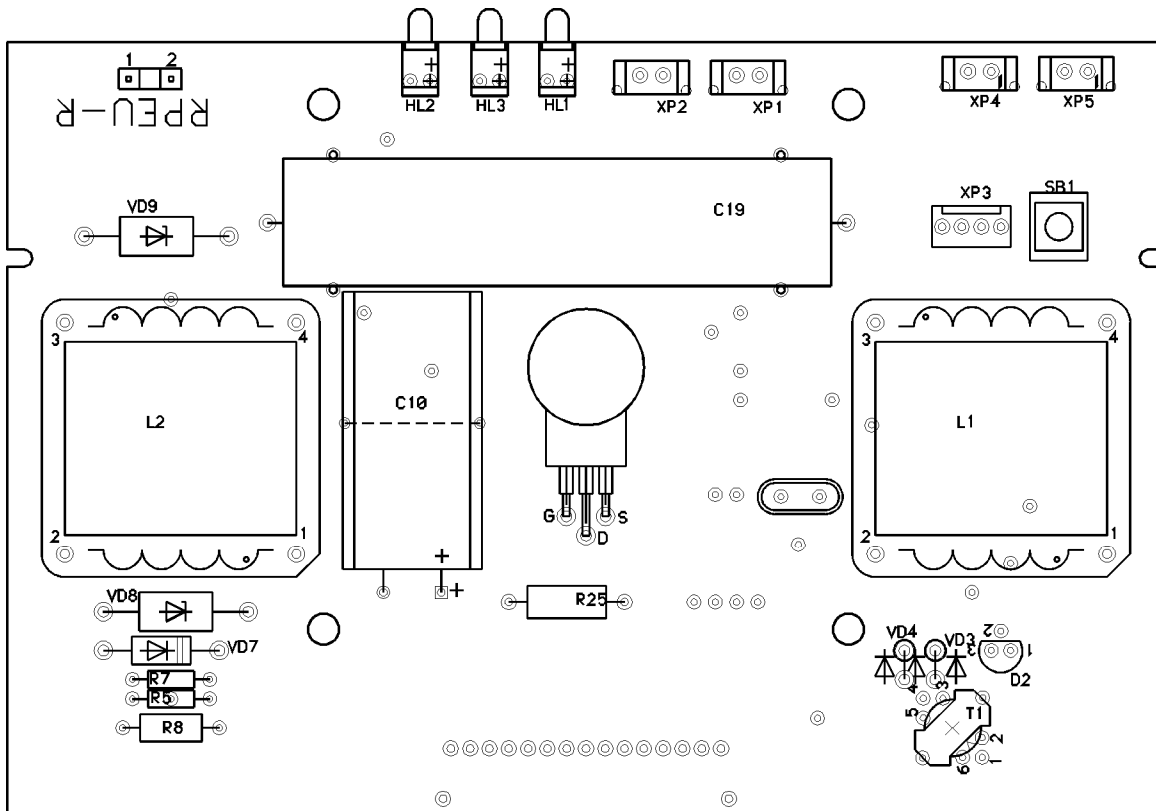

Рисунок 15
2.11.2.3 Выделяемое напряжение можно проконтролировать между контактами 3 и 4 на индуктивностях L2 и L1 соответственно. (см. рисунок 15).